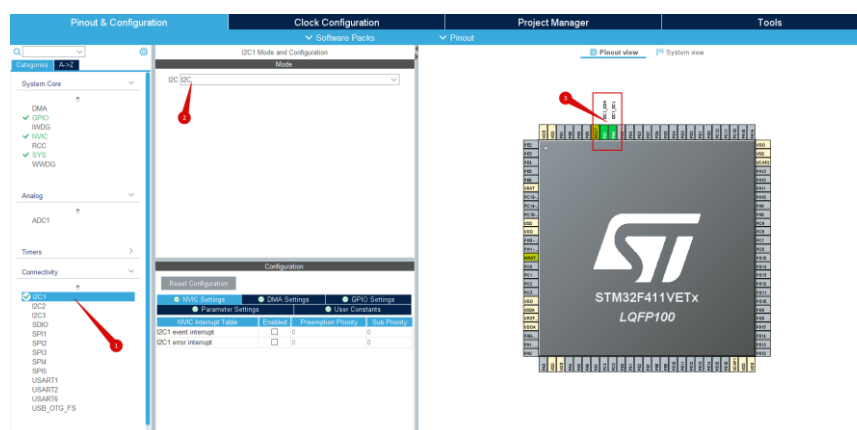

Рис.4.2 – Підключення I2C
1.3 В вкладці Connectivity увімкнути I2C рис.4.2 та зберегти налаштування.